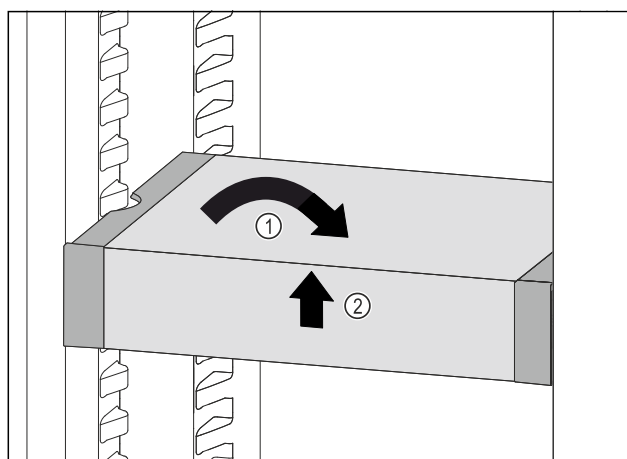

Fig. 162
- Collocare VarioSafe in maniera dritta. Fig. 162 (1)
- Sollevare VarioSafe dal lato anteriore. Fig. 162 (2)